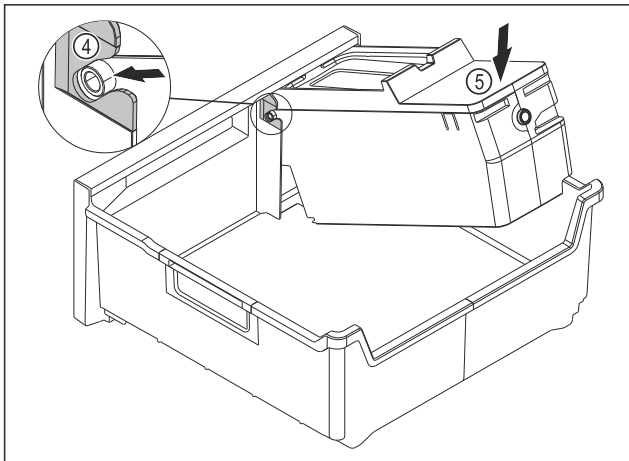

Fig. 176
- ▶ Montare il corpo dell'EasyTwist-Ice: Inserire gli assi del corpo dell'EasyTwist-Ice nelle guide Fig. 176 (4).
- ▶ Spingere il corpo dell'EasyTwist-Ice Fig. 176 (5) posteriore verso il basso.